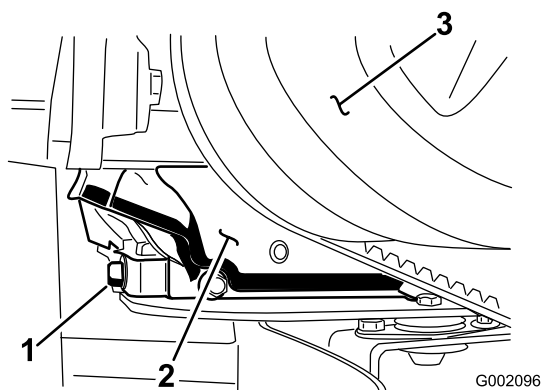

Рисунок 27
- Снимите сливную пробку (Рисунок 27) и дайте маслу стечь в сливной поддон. Когда масло полностью стечет, установите пробку сливного отверстия и затяните ее с моментом 17,6 Н•м.